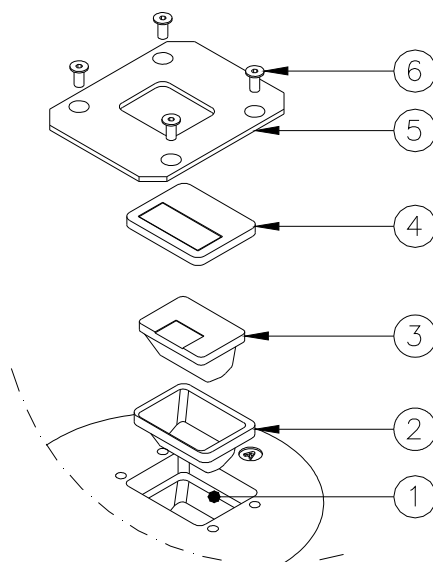

Figure 31 – Joints du prisme
- joints du prisme montés entre le couvercle et le prisme (Figure 31- n°2).